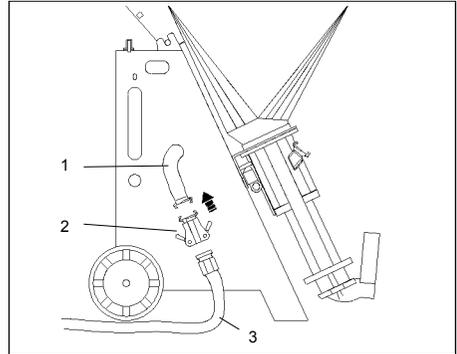

FIG.34 (Scollegamento del tubo trasporto materiale e inserimento palline in gommaspugna per pulizia)
- 3) Collegare al rubinetto di servizio (FIG.34-Rif.1) l'attacco rapido (in dotazione) (FIG.34-Rif.2);
- 4) Collegare il tubo trasporto materiale all'attacco rapido tirando le leve laterali (FIG.34-Rif.3);